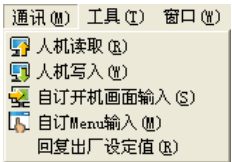

图 2-14 菜单工具栏-通讯
- **通讯 (M)**: 进行计算机与人机之间的上下载相关功能。如图 2-14。详细说明请参阅第 3.5 节。